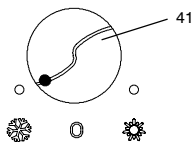

Fig. 5.6
- 2 Veiller à ce que le commutateur (41) soit positionné comme dans la Fig. 5.6 et que le thermostat d'ambiance, s'il existe, se trouve en position "demande de chaleur".